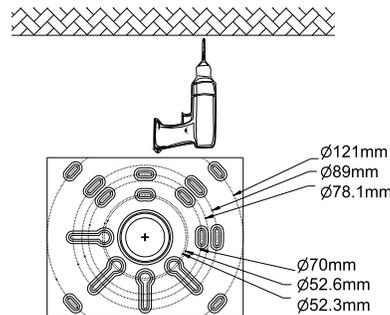

Figure 2-3
3. Drill the holes on the ceiling accordingly to fit the plate. Fig. 2-3
3. Percer les trous sur le plafond en conséquence pour s'adapter à la plaque. Fig. 2-3